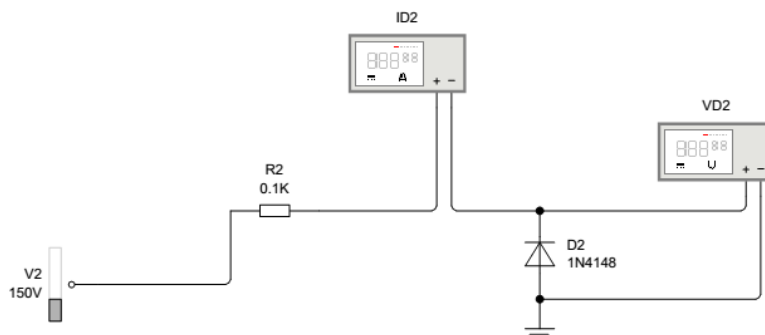

Fig. 7: Polarización inversa del diodo
2.1.3. Simulación: Polarizar el diodo en inversa como se indica en la Fig. 7, aumentar progresivamente la tensión de alimentación, medir la tensión en los extremos del diodo V_D y anotar en una tabla, similar a la sugerida en Tabla 2, los datos de corriente I_D obtenidos en cada caso. Para este ensayo la tensión máxima de la fuente debe superar la tensión de pico inversa del diodo V_{PI} , este dato se puede obtener a partir de la hoja de datos del componente ensayado (por ejemplo, un 30% o 50% superior).